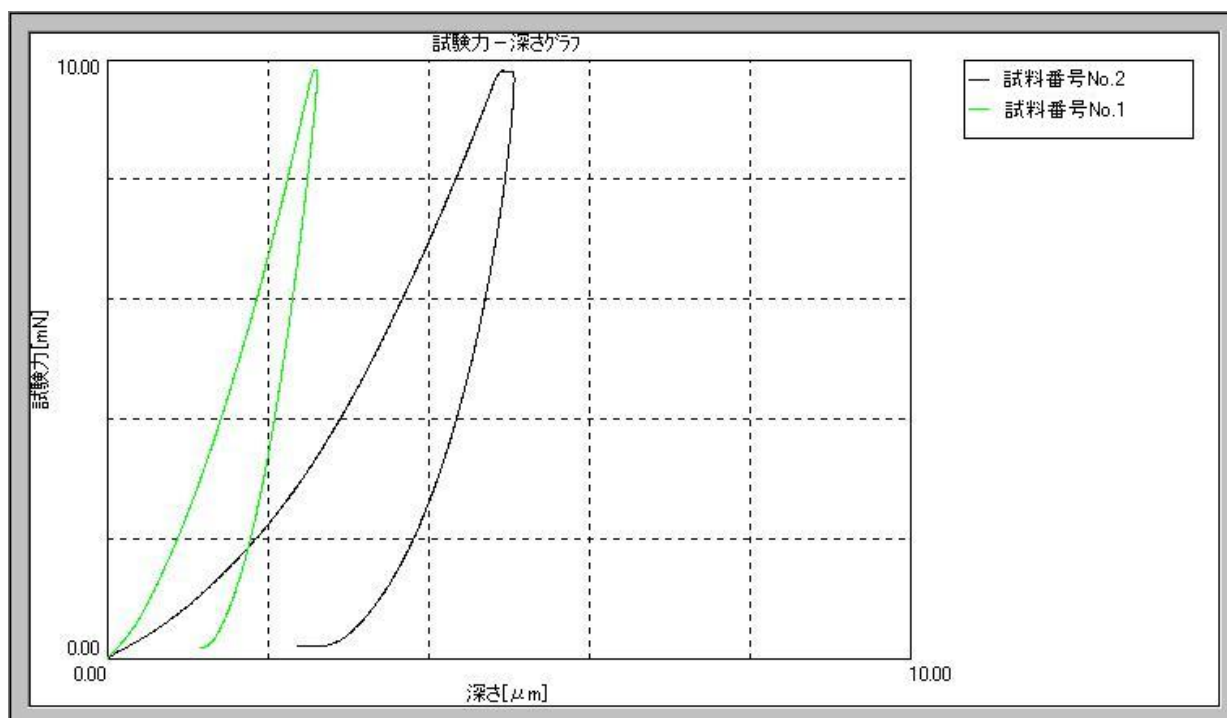

図4 試験力—深さグラフ
1) 試験力 9.8mN で試験した結果のまとめ(平均値)を表1に、試験力—深さグラフを図4に示します。